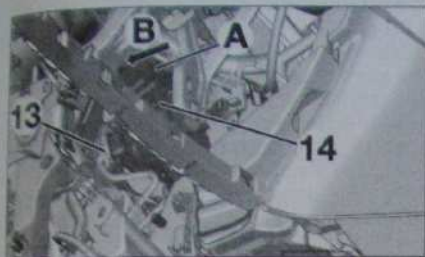

Fig. 26
- Débrancher le connecteur (13) du motoventilateur (Fig. 26).
- Appuyer en (A) et tourner le pulseur dans le sens (B) pour le déverrouiller.
- Déposer le motoventilateur (14) par le bas.